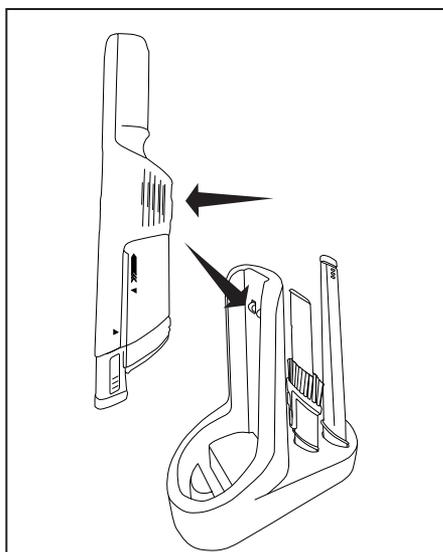

Fig. 1
1. Coloque la aspiradora en la Estación de Almacenamiento/Carga, asegurando la conexión entre los puntos de la aspiradora con la Estación de Almacenamiento/Carga (Fig. 1).